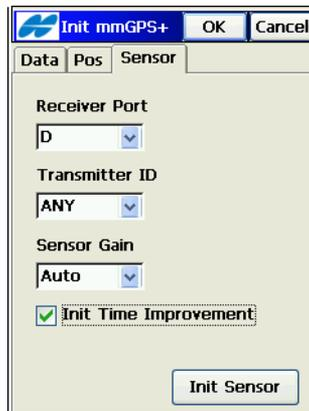

Abbildung 8-17. Initialisieren von mmGPS – Register „Sensor“
2. Wählen Sie das Register *Sensor* und geben Sie folgende Daten ein (Abbildung 8-17 auf Seite 8-17):